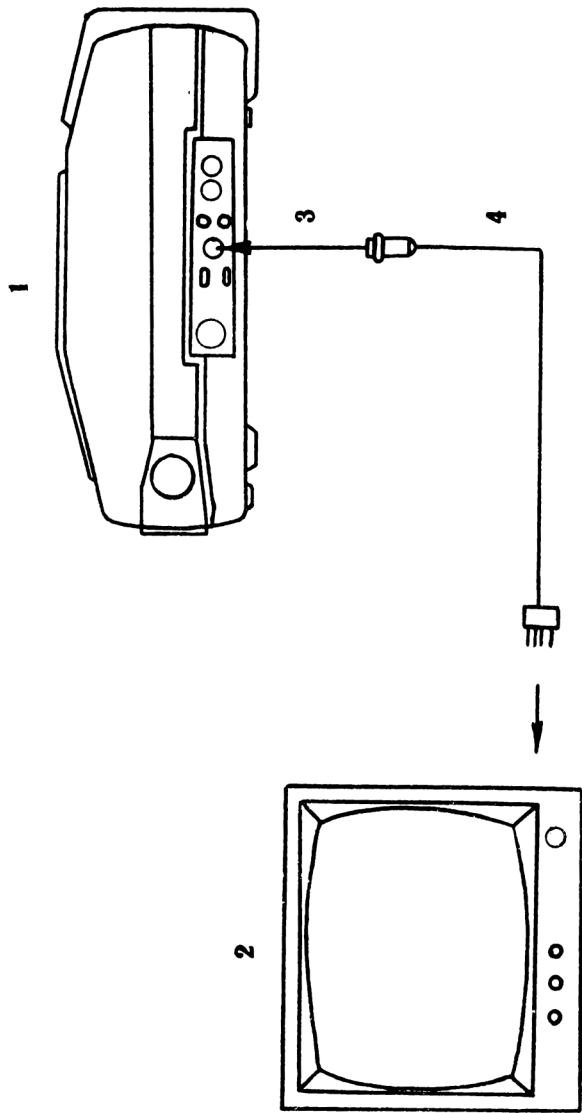

Рис. 4
- подсоедините телевизор к видеоманитофону с помощью соединительного кабеля (рис. 4);
— подсоедините телевизионный приемник с помощью соединительного кабеля к видеомэгнофону (рис. 4), установив переключатель «ТВ—КАМ» в положение «ТВ»;